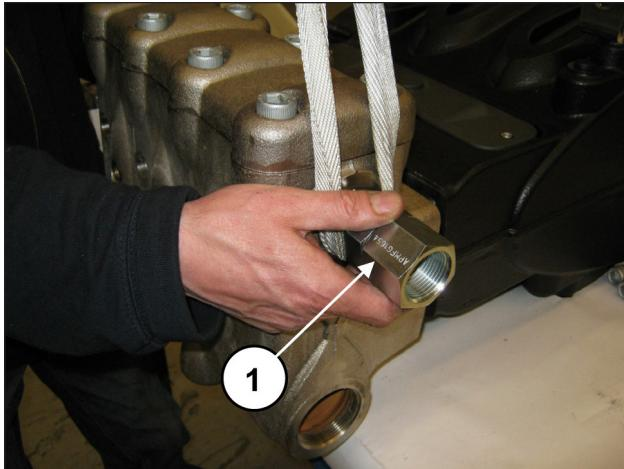

Abb. 106
Achten Sie beim Ausbau des Kopfs darauf, nicht gegen die Kolben zu stoßen (Pos. ①, Abb. 106).